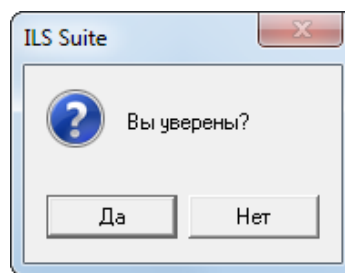

Рис. 13-539 – Диалоговое окно
3) В результате откроется диалоговое окно «Настройка расчетных показателей» (рис. 13-539).
4) Для загрузки значений показателей по умолчанию (колонка «Наименование») нажать кнопку «Восстановить значения по умолчанию» (1 на рис. 13-539).